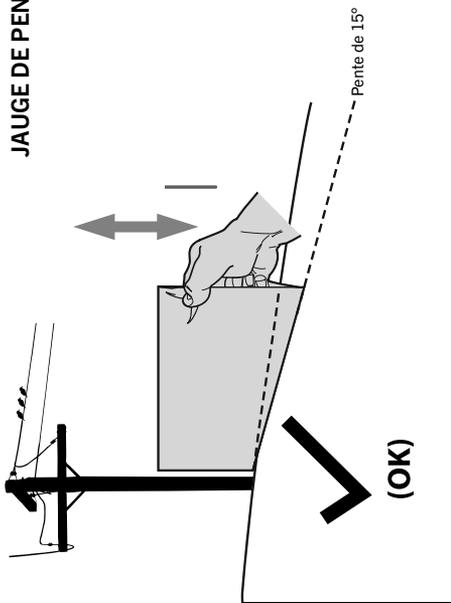

Figure 1
3. Aligner chaque côté de la jauge de pente avec l'objet (voir les Figures 1 et 2).
4. Ajuster la jauge vers le haut ou vers le bas jusqu'à ce que le coin gauche touche la pente (voir les Figures 1 et 2).